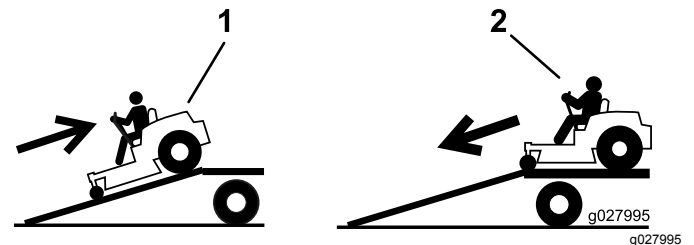

Figura 36
2. Desça a rampa em marcha para a frente (Figura 36).